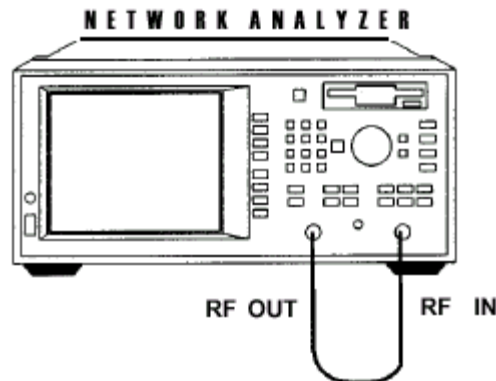

Figura 2-18. Medición de Pérdidas de Inserción de Cable Coaxial.
12. Conectamos el cable coaxial de 13.5 mts como muestra la Figura 2-18.